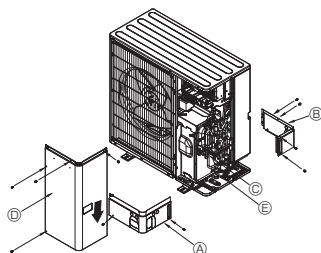

Fig. 5-3
5.3. Tubazione del refrigerante (Fig. 5-3)